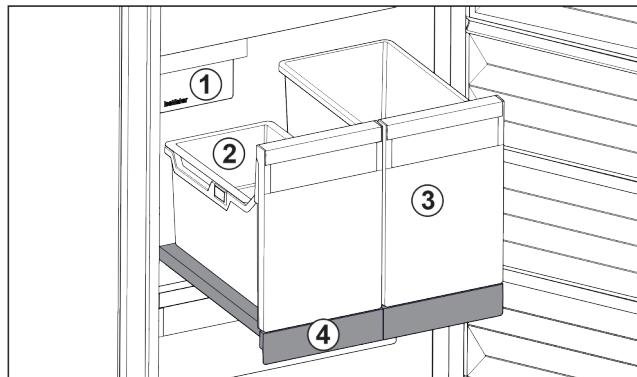

Fig. 122 Выдвижная панель с IceTower
На выдвижной панели находятся два высоких контейнера (IceTower). В контейнере Fig. 122 (2) собираются и хранятся кубики льда из IceMaker. Контейнер Fig. 122 (3) подходит для хранения высоких продуктов, таких, как пицца или алкогольные напитки.